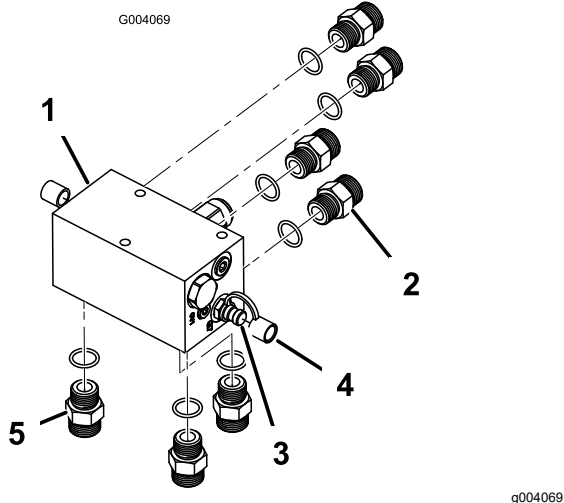

Figura 4
1. Montate i 4 raccordi idraulici diritti nella parte posteriore del collettore (Figura 4). Serrate i raccordi a un valore compreso tra 81 e 89 N·m.